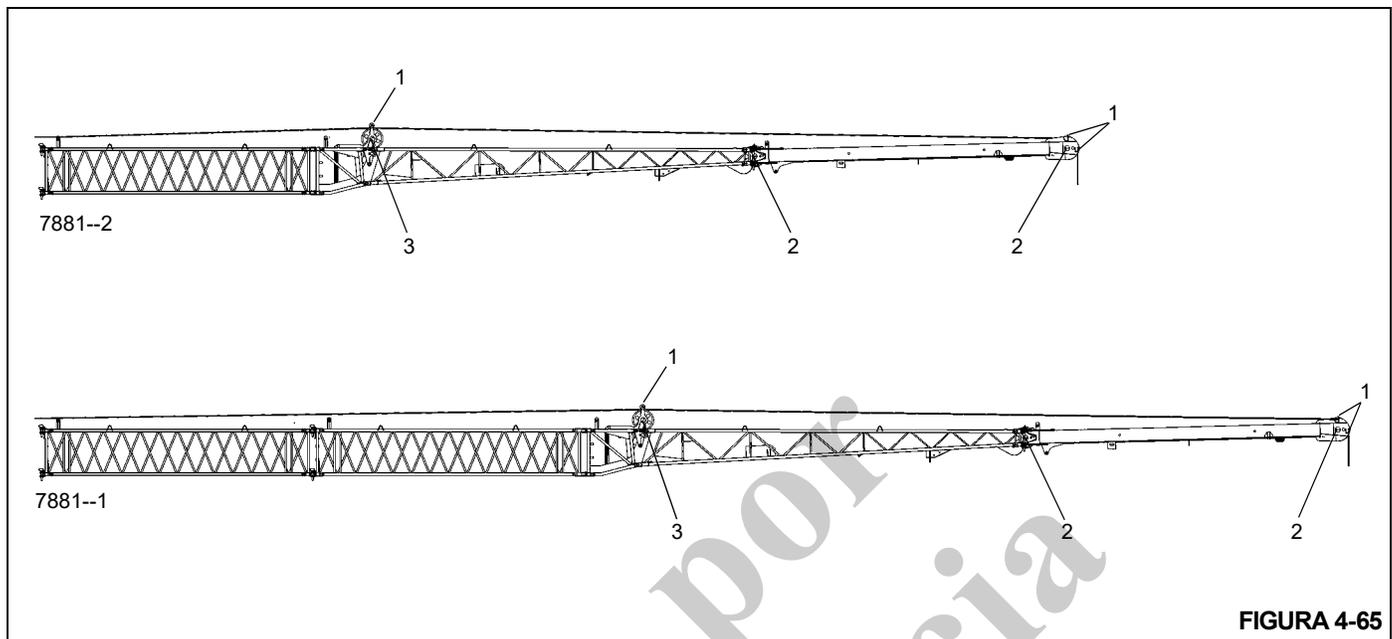

FIGURA 4-65
1. Retire las varillas y los rodillos sujetadores de cable de elevación (1, Figura 4-65).
2. Guíe el cable de elevación por la polea deflectora (3) y por la polea de cabeza (2) en la sección de 33 pies (10.1 m) o en la sección de 23 pies (7 m). Vuelva a colocar en su lugar todas las varillas y rodillos que sostienen el cable de elevación y fíjelos con pasadores de retención.
2. Retire las varillas y los rodillos sujetadores de cable de elevación (1, Figura 4-65).
3. Saque el cable de elevación de la polea de cabeza (2) y de la polea deflectora (3), y colóquelo sobre el suelo, en el lado izquierdo.